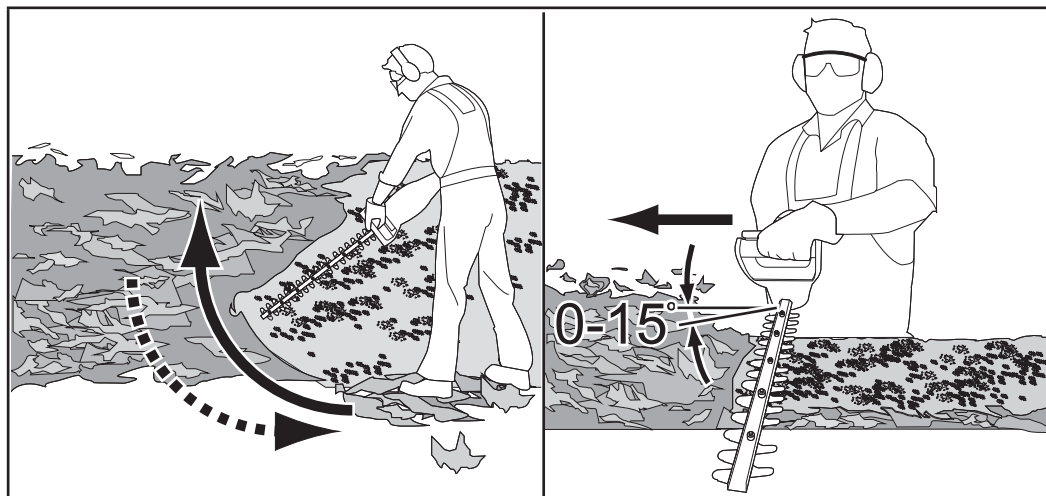

Fig. 6
- Toujours tenir fermement la machine avec une main sur la poignée avant (1) et l'autre main sur la poignée arrière (4). Ne jamais utiliser la machine avec une seule main.
- Ne pas se précipiter ni tenter de couper excessivement d'un seul mouvement de lame (9).
- Commencer par couper les deux côtés à partir du bas en remontant jusqu'au sommet. Cela empêche les débris de coupe de tomber dans la trajectoire du matériau qu'il reste à couper (Fig. 6).
- Après la taille des côtés, passer à la partie supérieure. Essayer de maintenir la lame (9) inclinée à un angle d'environ 15° par rapport à la surface de coupe (Fig. 6).
- Lors de la taille de larges haies avec la zone de coupe visible, déplacer la lame (9) légèrement sur la surface de coupe dans un mouvement de balayage en suivant la forme de la haie ou de l'arbuste. Une légère inclinaison vers le bas de la lame de coupe dans le sens du mouvement est recommandée pour des performances de coupe optimales (Fig. 6).